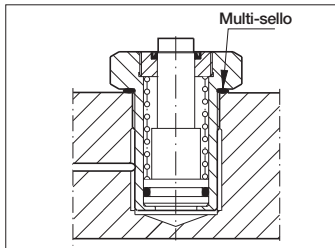

Figura 1a – Sellado del cilindro Métrico
aceite también están situadas en la parte inferior del cilindro. Las especificaciones de la entrada para el aceite se identifican según el número de modelo (consulte la tabla A). Los modelos CSM son de simple efecto y retorno de resorte. Todos los cilindros estilo CSM vienen con un sello, el cual se debe instalar y colocar entre el cilindro y el múltiple para lograr un sellado e instalación correctos (ver la figura 1a y 1b).
2. Lubrique el sello antes de efectuar el montaje (ver la figura 1a y 1b).